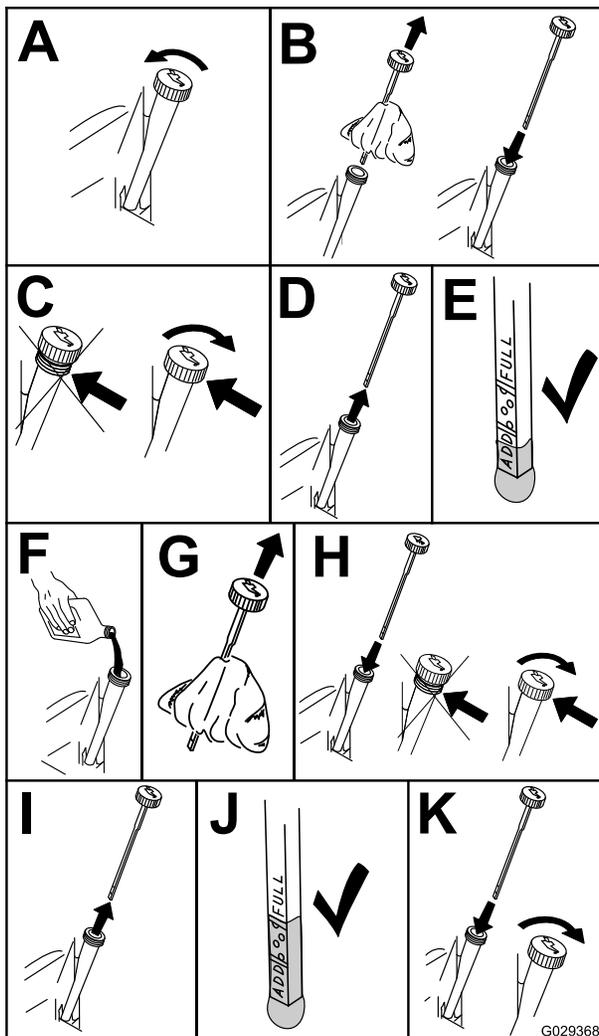

Figure 44
3. Pour éviter de faire tomber de l'herbe, de la poussière, etc. dans le moteur, nettoyez la surface autour du bouchon de remplissage et de la jauge de niveau avant de l'enlever (Figure 44).